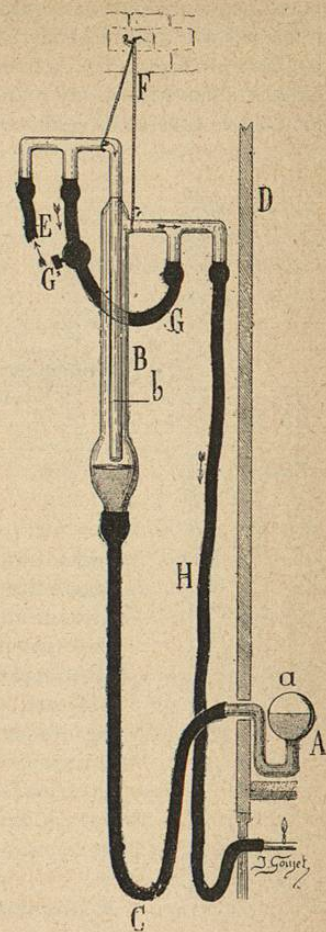

Fig. 92.
Le régulateur Chauveau, schématisé dans la figure 92, se compose essentiellement de deux pièces en verre reliées par un tube de caoutchouc. La première pièce (A) contient du mercure et le liquide vaporisable (l'éther pour la pratique courante) ; c'est un tube en U qui aura différentes formes suivant l'étuve à régler. Il aura la forme dessinée figure 81, pour pénétrer dans l'eau ou l'huile des étuves Gay-Lussac, d'Arsonval, etc., à travers un étroit orifice. Il aura la forme de la figure 76 (A) pour pénétrer dans la cavité d'une étuve en bois (armoires Pasteur, Roux, Chauveau). Cette première pièce est donc fixée à l'étuve, plongeant dans le volant de chaleur ou dans la cavité intérieure. Elle est reliée par un tube de caoutchouc (C) assez fort et rempli de mercure, à la seconde pièce, la plus compliquée (B). Le gaz suit le sujet (E, b, H). Un mince tube de caoutchouc muni d'un petit robinet (G) met en rapport les tubulures médianes ; c'est la sauterelle, dont le robinet à moitié ouvert laissera toujours passer assez de gaz pour empêcher l'extinction des brû-